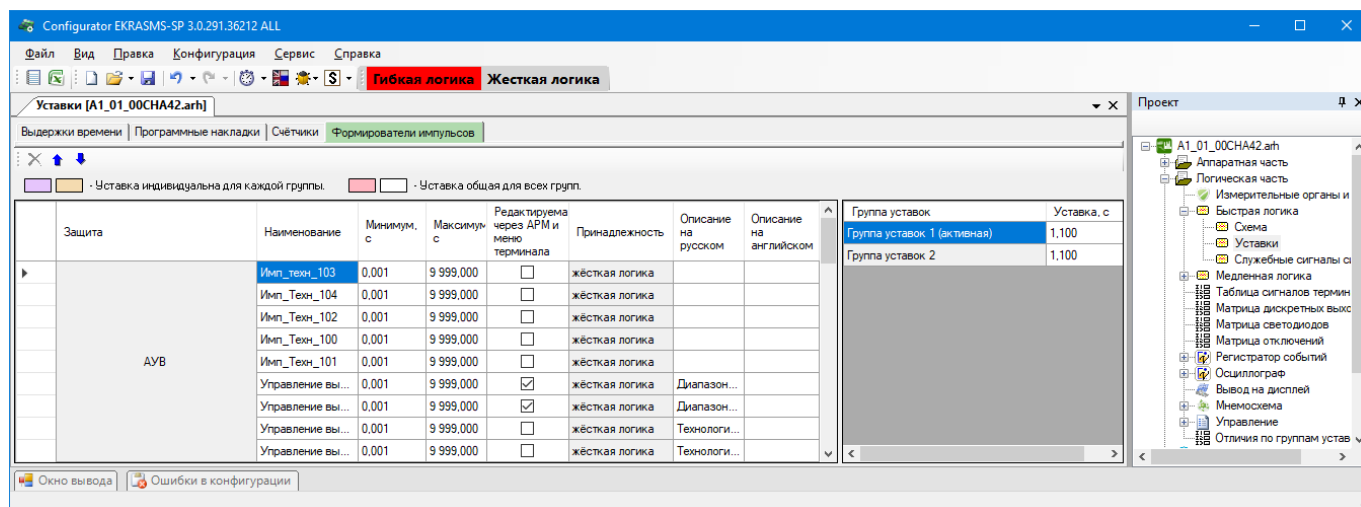

Рисунок 4.100
4.6.2.2.8 Вкладка **Формирователи импульсов** (см. рисунок 4.100) предназначена для установки параметров формирователей импульсов.